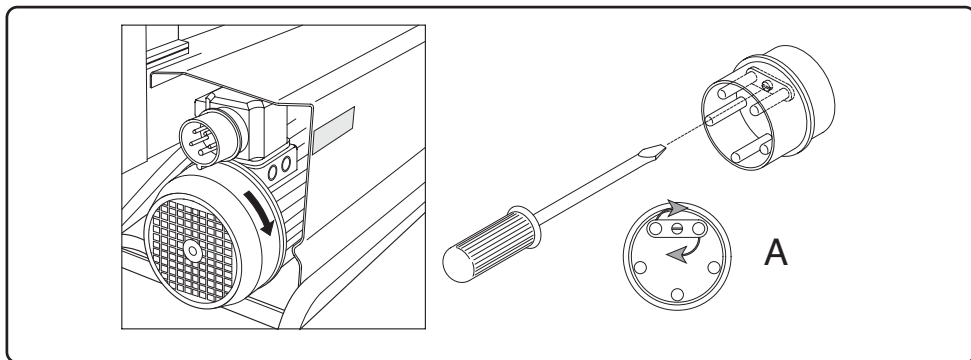

Fig. 3
2) Alimentare il motore per uno o due secondi, tramite il pulsante verde posizionato sopra il motore, in modo da visualizzare il senso di rotazione. Se il motore gira in senso opposto alla freccia posta sul carter del motore, togliere la spina dalla presa e procedere alla inversione dei due poli della presa tramite la vite, come indicato in A (Fig. 3).